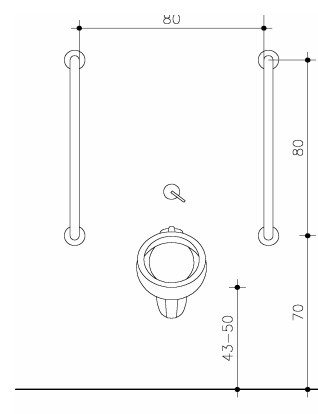

Figura 10
E.1 Altura: Se recomienda el uso de mingitorios hasta nivel de piso; sin embargo, los mingitorios que no cumplan tal característica deben colocarse a alturas comprendidas entre 43cms y 50cms con respecto al nivel de piso terminado. (Ver figura 10).
E.2 Válvula de descarga: Se recomienda que la descarga sea automática, pero en el caso de disponerse de válvula de descarga, la misma debe colocarse a una altura máxima de 100cms, pudiendo ser accionada a presión o palanca. (Ver figura 10).
En términos específicos, se deben disponer dos agarraderas verticales de 80cms de longitud, colocadas a 70cms de altura con respecto al nivel de piso terminado y separadas a 30cms de la pared posterior. Las mismas se deben ubicar a ambos lados del mingitorio, equidistantes 40cms con respecto al eje del aparato. (Ver figura 10).